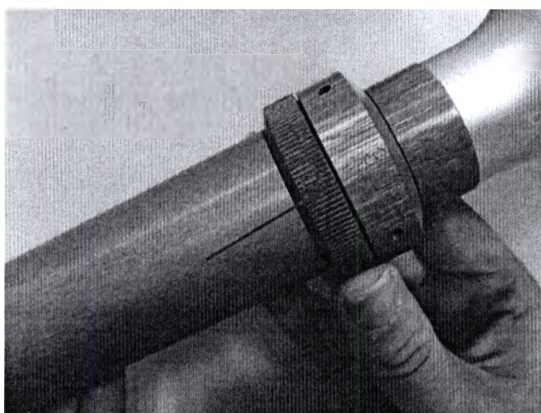

Рис. 5.4 – Изменение фокусировки лазерного пучка
5.3.1.5 Манипула имеет переменную фокусировку лазерного пучка. Диапазон фокусировки изменяется от 1 мм до 10 мм с шагом 0,5 мм. Выставленное значение фокусировки указано на корпусе манипулы стрелкой (рис. 5.4). Для того чтобы изменить фокусировку необходимо вращать колесо (указано красной стрелкой на рис. 5.4) до значения желаемой фокусировки.